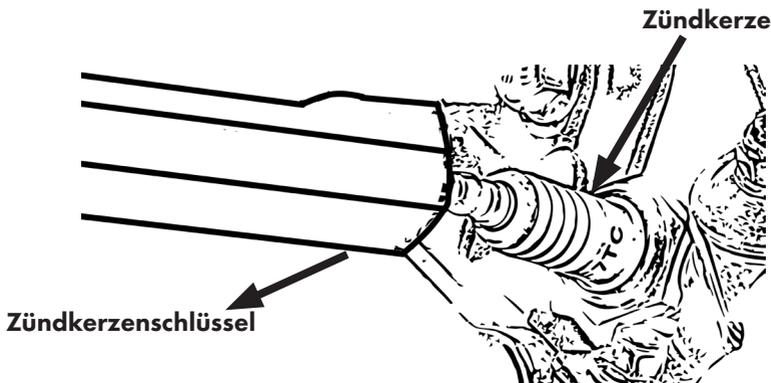

Abbildung 16
- Entfernen Sie den Zündkerzenstecker und lösen Sie die Zündkerze mit Hilfe des Zündkerzenschlüssels, Abb. 16.